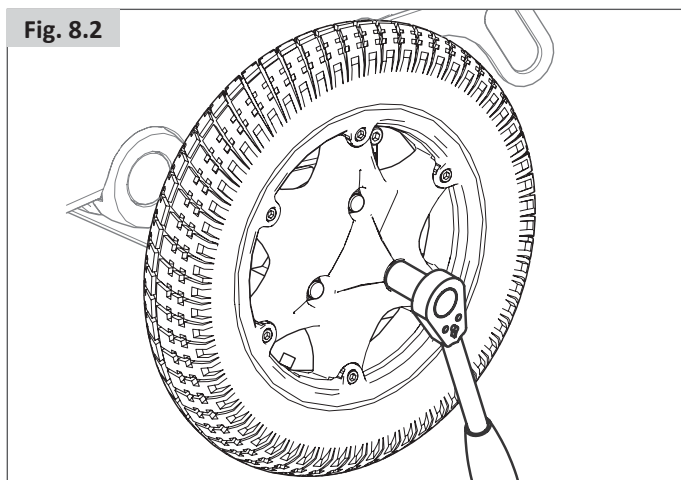

Fig. 8.2
- À l'aide d'un écrou de roue AF de 16 mm, dévissez les 3 boulons (Fig. 8.2).